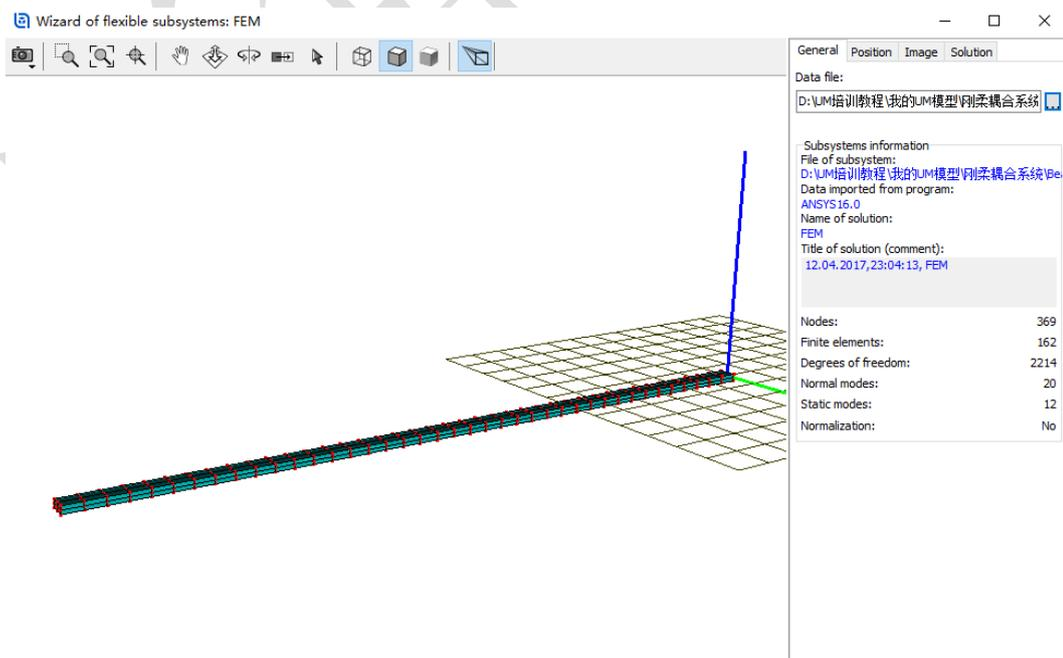

图 2-97
- 5) 加载 Beam 模型后, 这里我们可以在 General 页面看到模型的路径、有限元软件及版本、单元和节点数目等信息, 如图 2-97。